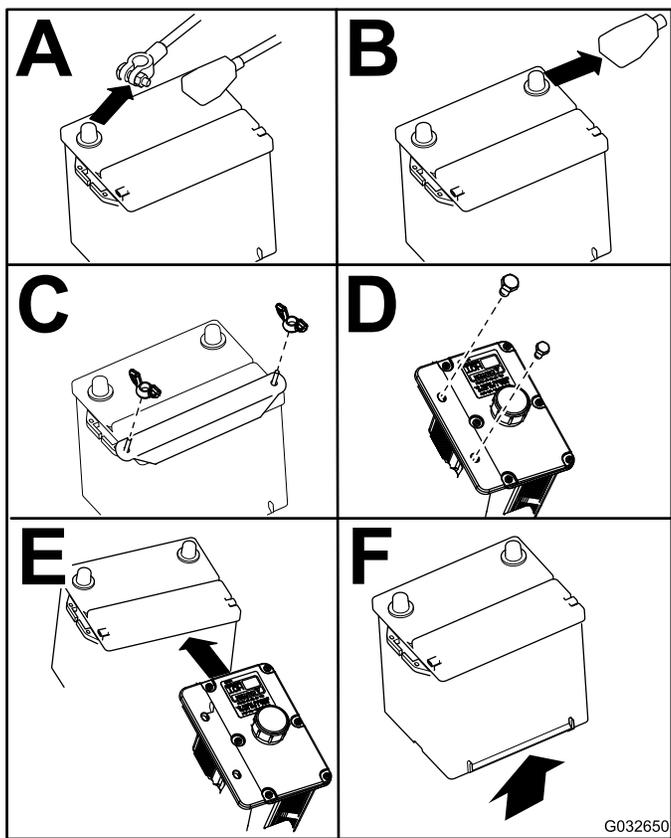

Figure 55
4. Retirez la batterie, comme montré à la Figure 55.